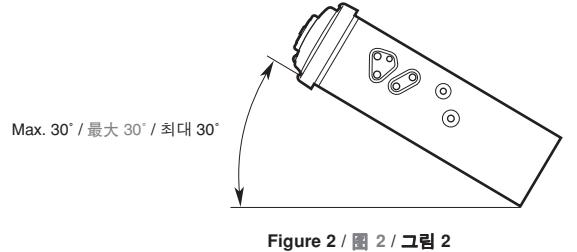

Figure 2 / 圖 2 / 그림 2
- Install the unit within 30° of the horizontal plane. (Figure 2)
- 安装时，请使本装置与水平面的角度在30°以内。(图2)